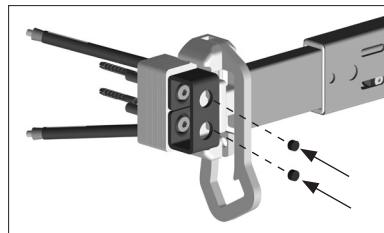

Abb. 34
- Befestigung des Schließkastens siehe „Schließkastenmontage mit Anschraubplatte“. Abschließend Sicherungsstopfen in die Innensechskantkontur der Schrauben einschlagen. (Abb. 34).